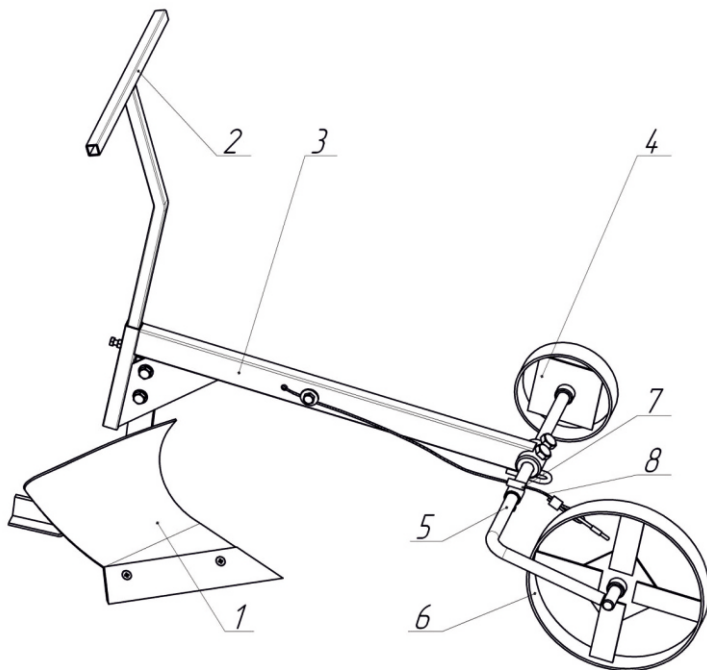

Рис.4
Комплект прицепных орудий (далее КПО) для мотолебедки, собранный для пахоты состоит из следующих деталей (рис.4):
- наденьте на ось большую 5 ползун 6, как показано на рис.4 и вставьте ось с правой стороны в отверстие втулки рамы, затяните 2 болта М16;